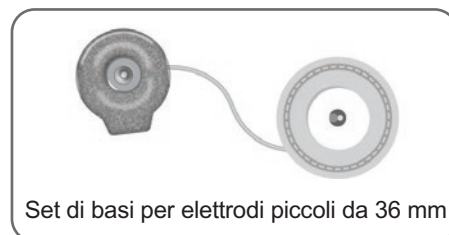

Figura 6-7: Basi per elettrodi utilizzabili con il gambale per la parte inferiore della gamba piccolo
**Con il gambale per la parte inferiore della gamba della misura piccola si possono usare le seguenti basi per elettrodi: (Figura 6-7).**